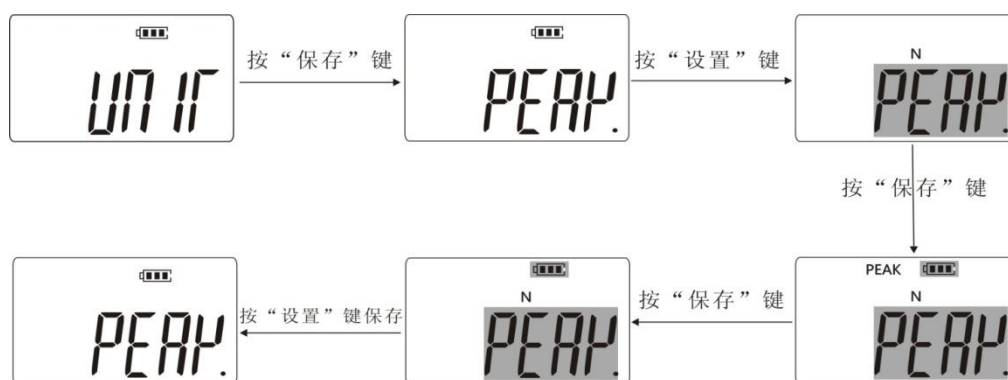

图 7
3.2.2 **PEAK** (PEAK)峰值设置: 上步操作完成后, 按“保存”键选择“PEAK”, 再按“设置”键进入峰值设置后按“保存”在“PEAK”(峰值模式)、无此字符显示(表示实时荷重值模式)二种模式之间相互切换, 选择所需模式, 再按“设置”键保存, 如图 7 所示: